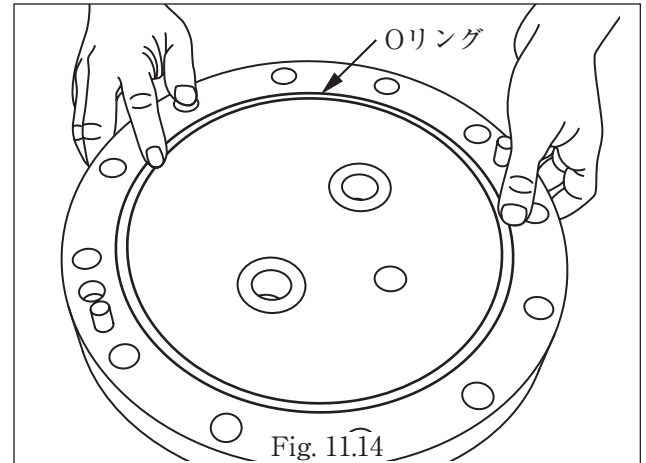

Fig. 11.14
- ② 前蓋裏側の溝にOリングを取付けてください。前蓋を流量計本体に取付けるときにOリングが落下しやすいので、グリスを塗布して外れないようにしてください (Fig.11.14)。